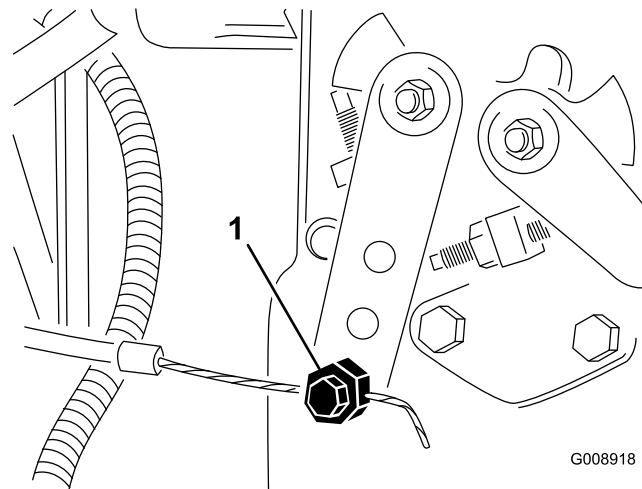

Bild 73
2. Lösen Sie den Bowdenzuganschluss am Hebelarm der Einspritzpumpe (Bild 73).